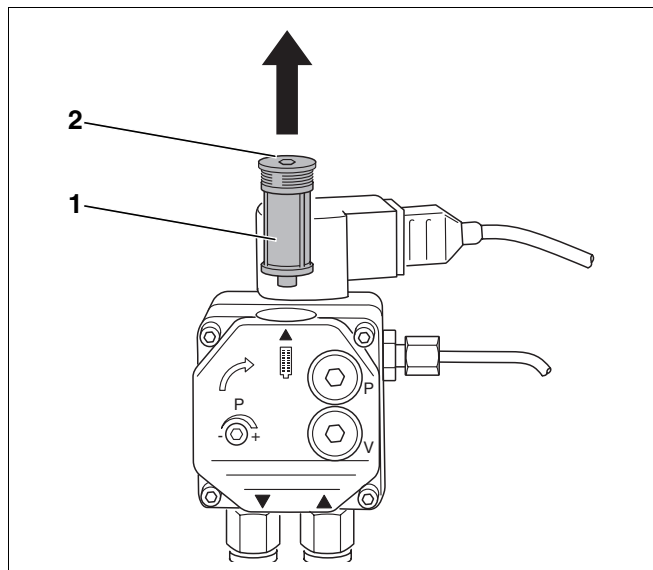

Рис. 21 Проверка фильтра топливного насоса фирмы Danfoss
- Открутить расположенные сверху болты с внутренним шестигранником (рис. 21, поз. 2).
- Вынуть фильтр топливного насоса (рис. 21, поз. 1) по направлению вверх.
- Очистить фильтр топливного насоса (рис. 21, поз. 1) промывочным бензином, если требуется, заменить его, и вновь установить на прежнее место.